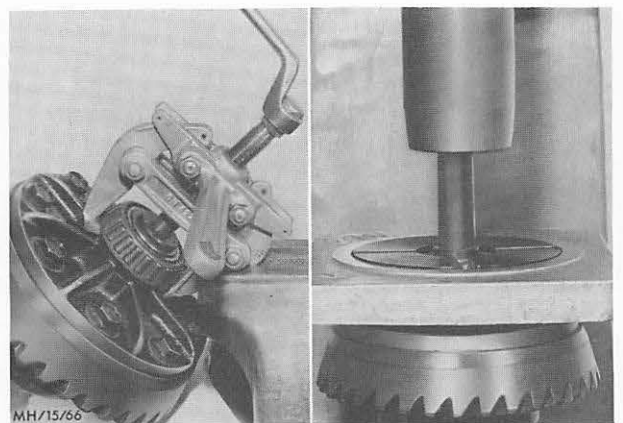

Abb. 91 Kegelrollenlager – Ausgleichgetriebegehäuse abziehen
43. Abzieher 15-026 an ein Kegelrollenlager des Ausgleichgetriebe-Gehäuses setzen und mit einem Schenkel in den Schraubstock spannen. So beide Lager abziehen, Abb. 91. Bei Anwendung der Grundplatte 370 für die „A“-Achse Einsätze 15-006 und für die „B“-Achse Einsätze P4090-11 benutzen. Abb. 91.